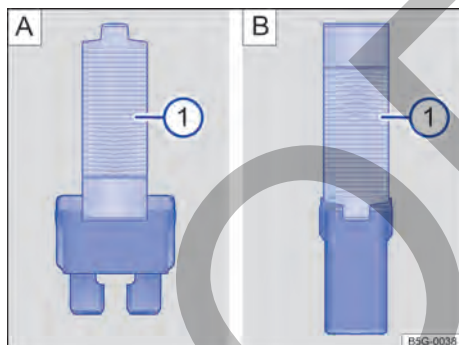

Fig. 139 Retirar o colocar el fusible con la pinza de plástico: **A**) fusible plano, **B**) fusible de bloqueo.
- De ser necesario, retirar la pinza de plástico → fig. 139 **1** de la cubierta de la caja de fusibles.
- De acuerdo con la versión del fusible, colocar las garras adecuadas del alicate plástico → fig. 139 **A** **1** o → fig. 139 **B** **1** de forma lateral en el fusible.